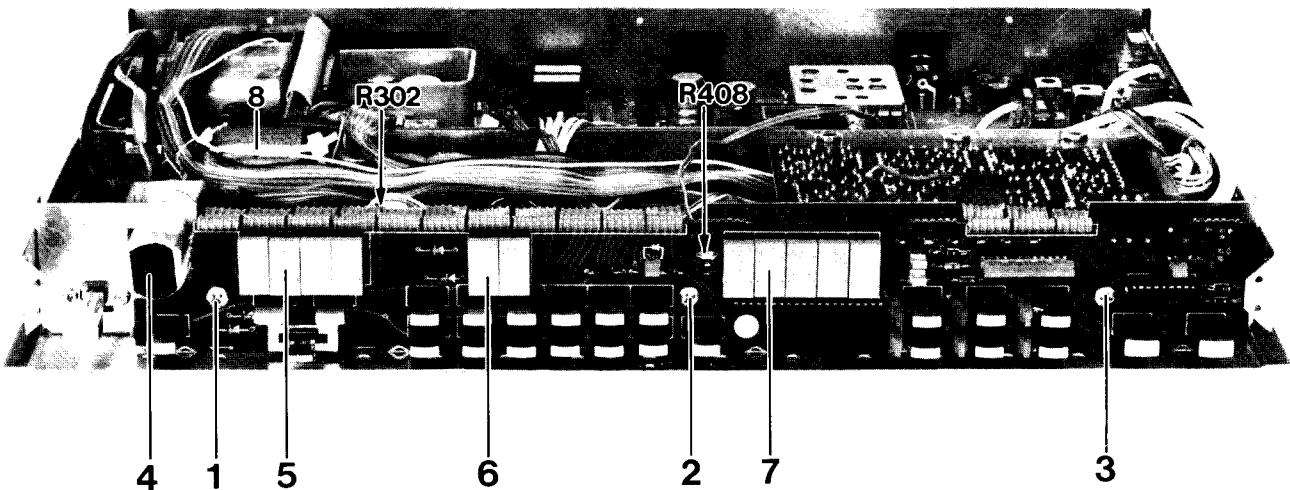

Fig. 1
3. Für Arbeiten an der Display-Platte kann diese nach Lösen der Schrauben 1–3, Fig. 1, hochgeklappt werden. Die Display-Bausteine 5–7, Fig. 1, sind gesteckt, und können ohne Lötarbeiten ausgetauscht werden.
4. Für den Ausbau des Infrarot-Empfängers 4, Fig. 1, ist es erforderlich, den Netztransformator 8, Fig. 1, auszulöten. Der Empfänger kann dann nach Anheben der Klemmfeder nach hinten herausgeschoben werden.
1. Die Helligkeit des Display für die Uhr wird mit R 302 (siehe Fig. 1) eingestellt.
2. Die Helligkeit des Display für die Frequenzanzeige wird mit R 408 (siehe Fig. 1) eingestellt.
3. In order to perform any work at the display board, this one can be tilted after having unscrewed the fixing screws 1–3, Fig. 1. The display components 5–7, Fig. 1, are inserted; as a result, they are able to be muted without soldering action.
4. Concerning the removal of the infra-red receiver 4, Fig. 1, the mains transformer 8, Fig. 1, has to be unsweated. After tilting of the clamp spring, the receiver can be pushed-out to the rear.
1. The luminosity of display for the clock is set by means of the component R 302 (see Fig. 1).
2. The luminosity of display for the frequency indicator is set by R 408 (see Fig. 1).